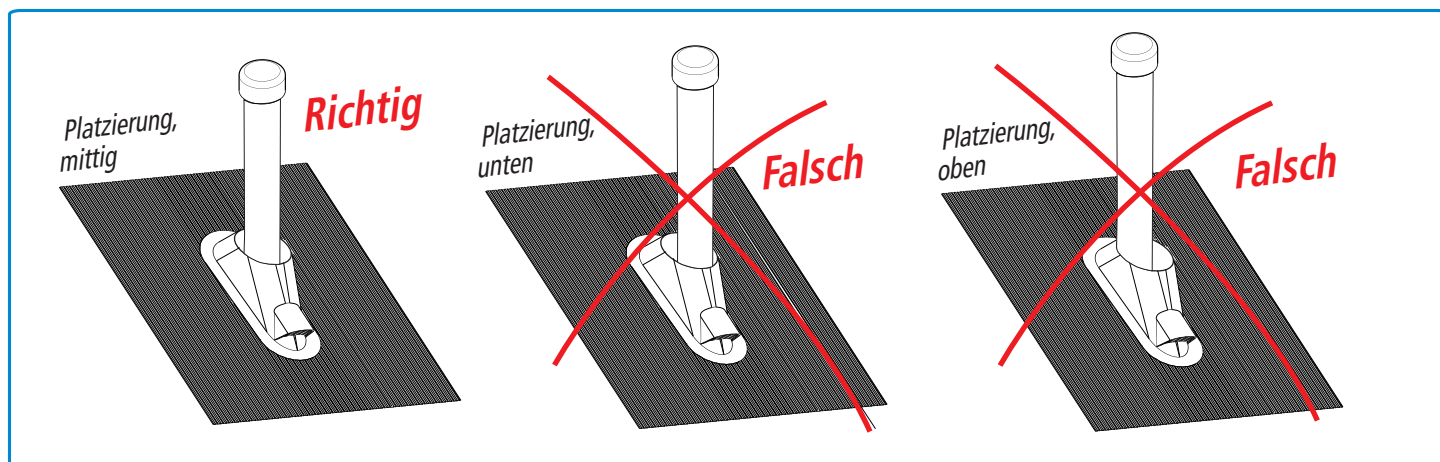
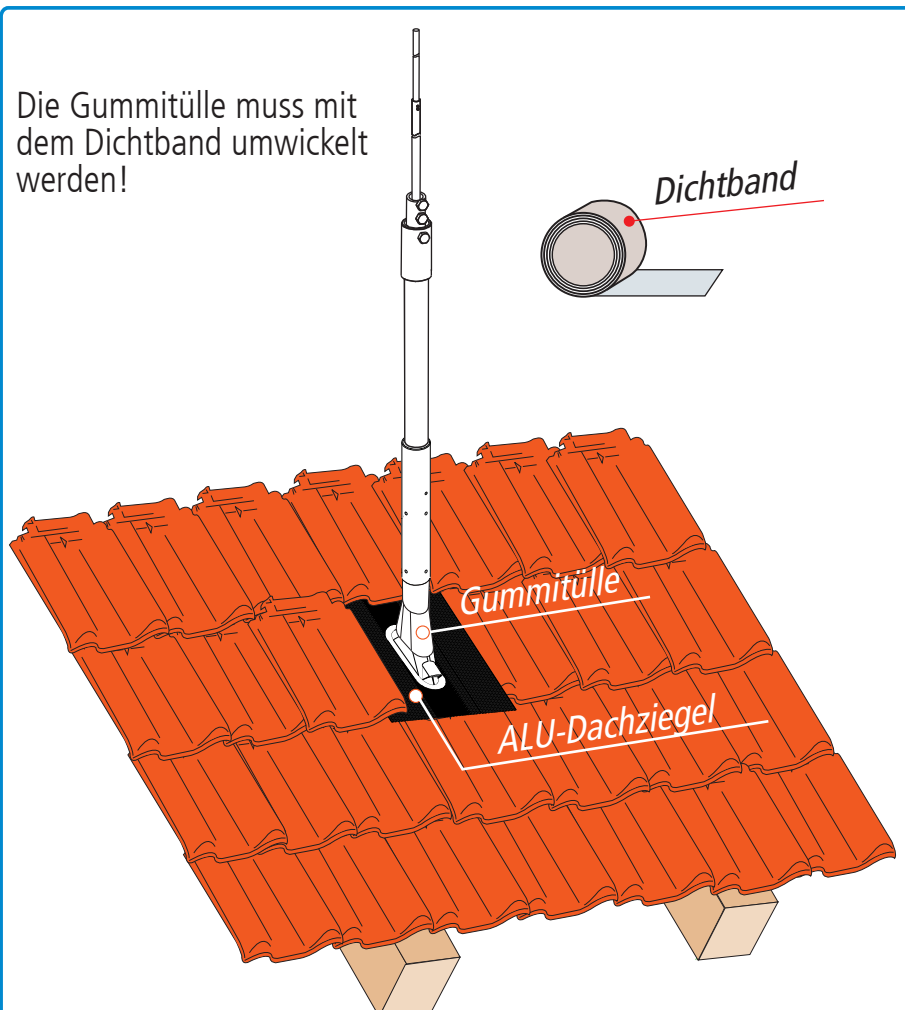

Bild 16
Bild 17
Durch die mittige Ausrichtung erhält der Rohrträger den notwendigen Raum zum „Schwingen“. Wird dieser Raum nicht gewährt, kann die dauerhafte Dichtigkeit des ALU-Dachziegels nicht sichergestellt werden (siehe Bild 16 und Bild 17).
- Zur Montage auf den benachbarten Dachziegeln sind die drei Klebeschutzstreifen vom ALU-Dachziegel zu entfernen. Der ALU-Dachziegel wird nun an die benachbarten Dachziegel fest angedrückt. Durch die Sonneneinstrahlung vulkanisiert die Klebung des ALU-Dachziegels und verfestigt sich im Laufe der Zeit noch stärker (siehe Bild 17 und Bild 18, Seite 18).
An diesen Dachziegeln muss der ALU-Ziegel plan angebördelt sein (siehe Bild 17 und Bild 18, Seite 18)